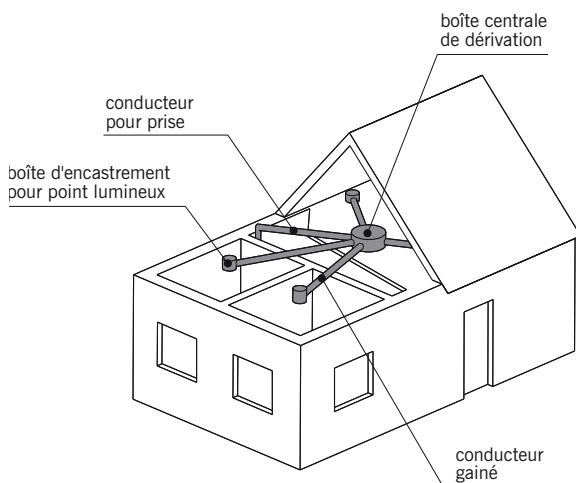

fig. 16.4
■ Le **montage pieuvre** ou l'**installation par pieuvre** (fig. 16.4) : installation électrique constituée d'une ou plusieurs boîtes principales de dérivation desquelles partent des câbles desservant des boîtes d'encastrement logées dans les cloisons et les faux-plafonds. En maison individuelle, les boîtes centrales sont souvent installées dans les combles. Ce type d'installation se présente en général sous la forme de faisceaux de conducteurs préassemblés en usine et prêts à être posés.